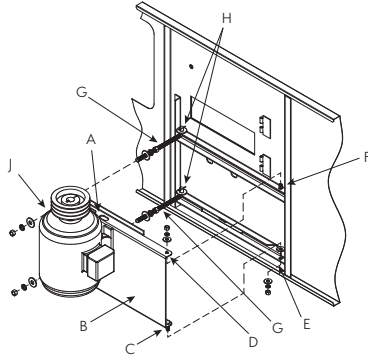

图 20a — 外置式电动机的安装
所有宽度小于10' (3m)的机组，其电动机均位于机组外部，轴向安装，如下图20a和20b所示。由于运输宽度限制，电动机不能安装在机组上，因为它们会延伸到卡车宽度之外。因此，电动机、电动机机座、电动机保护罩、“J”型螺栓、销轴和皮带均放置在冷却塔的冷水盘中运输。请按照下面的分步说明正确安装这些组件。
- 电动机机座安装之前，应先看清图20a。